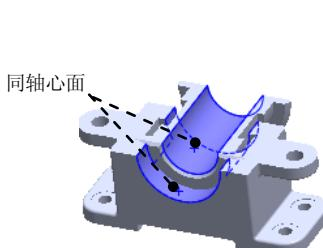

图 7.11.4 选取同轴心面
③ 添加“同轴心”配合。单击“配合”对话框中的 按钮，选取图 7.11.4 所示的两个面为同轴心面，单击快捷工具条中的 **√** 按钮。